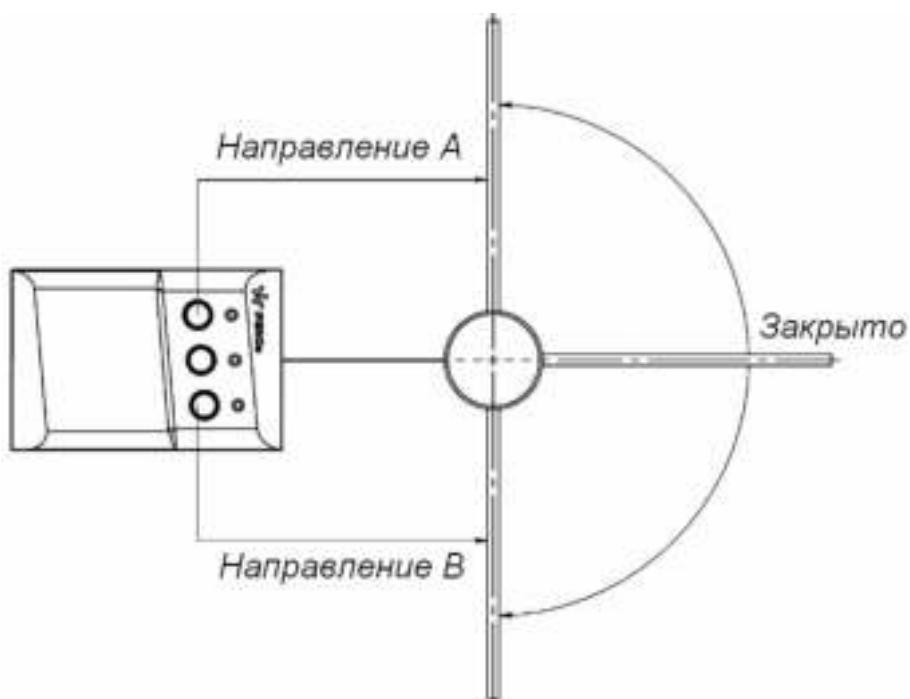

Рисунок 5. Стандартная ориентация ПДУ
- **FireAlarmDir** – разъем предназначен для выбора направления открытия калитки при подаче сигнала аварийной разблокировки *Fire Alarm*. При установленной перемычке створка открывается в направлении А (см. рис. 5), при снятой в направлении В. При поставке перемычки установлена.
Стандартная ориентация ПДУ относительно направления раскрытия створки калитки показана на рис. 5. При необходимости ориентация ПДУ может быть изменена, для этого в схему подключения ПДУ, указанную на рис. 11, необходимо внести изменения в подключении проводов кабеля ПДУ к контактам клеммной колодки **XT2** в соответствии с табл. 2.